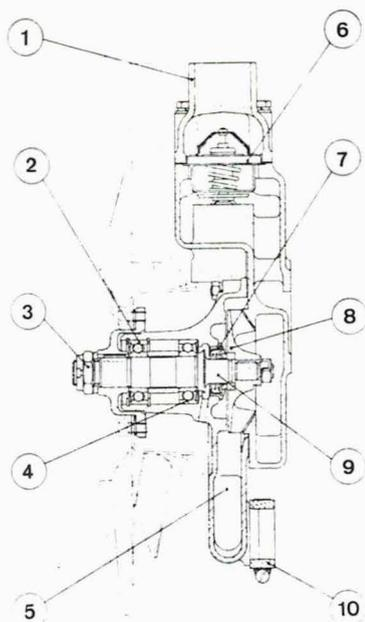

Fig. 2.10. - Bomba de agua.
2.13 VALVULAS TERMOSTATICAS (Fig. 2.10)